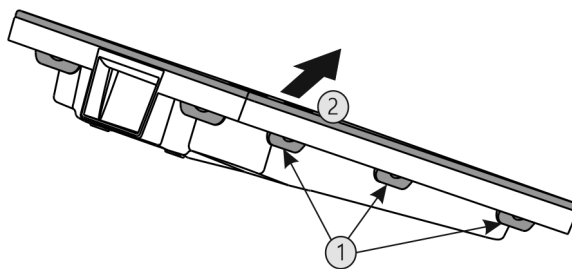

Fig. 50
- ▶ Wszystkie nakładki Fig. 50 (1) wcisnąć po kolei i zdjąć Fig. 50 (2) pokrywę.